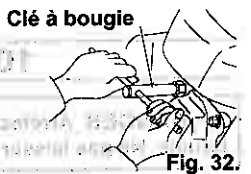
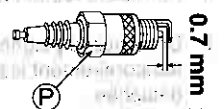

Fig. 32.
Fig. 33.
- 2 Sortez la Bougie d'allumage (P) à l'aide de la clé à bougie fournie. (Voir Fig. 32.)
- 3 Changez la Bougie d'allumage (P) si une quantité importante de carbone s'est accumulée dessus ou si sa partie isolante est craquelée ou endommagée.
- 4 Nettoyez le carbone qui s'est accumulé sur l'électrode, et ajustez l'écartement des électrodes à 0,7 mm. (Voir Fig. 33.)
- 5 Installez la Bougie d'allumage (P) et le Capuchon de bougie (Q).